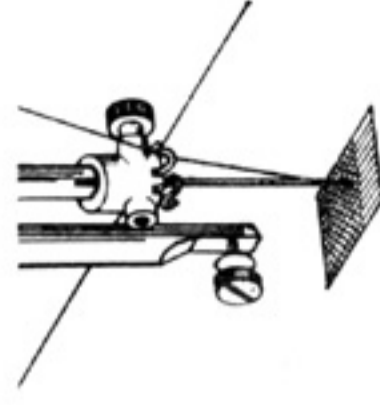

Рис. 58
- Штопка дырок и прорех (рис. 58 и 59)